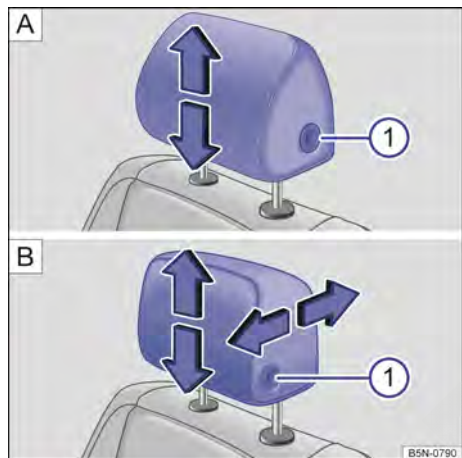
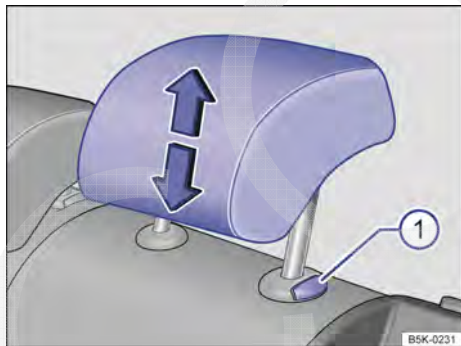

Fig. 109 Ajustar o apoio para cabeça dianteiro: **A** sem possibilidade de ajuste na direção longitudinal, **B** com possibilidade de ajuste na direção longitudinal.
Fig. 110 Ajustar o apoio para cabeça traseiro.
- Empurrar o apoio para cabeça para cima no sentido da seta ou empurrar para baixo com o botão → Fig. 109  ou → Fig. 110  pressionado →  em *Introdução ao tema* na página 129.
- Empurrar o apoio para cabeça para frente na direção da seta ou para trás com o botão → Fig. 109  pressionado.